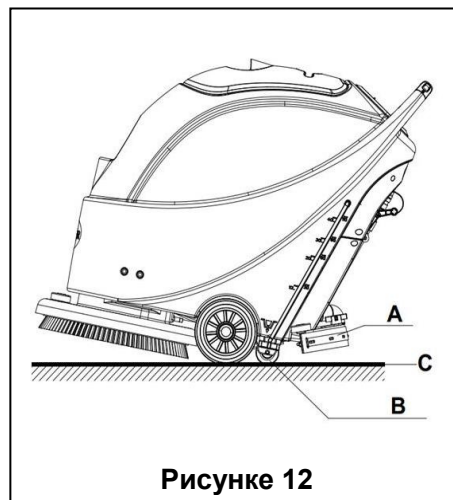

Рисунок 12
- Отпустите кнопку предохранителя (1) для отключения щетки/PAD-держателя и магнитного клапана..
- Нажмите кнопку отключения вакуумного насоса (42) в позицию “O”, после чего подождите 5 секунд до полной остановки вакуумного насоса и остановите устройство.
10. Нажмите кнопку регулирования расхода воды (44) в позицию “О” для выключения магнитного клапана.
11. Нажмите кнопку включения питания (41) в позицию “О”.
12. Используйте ручку швабры (14) для ее поднятия.
13. Возьмите руль (2) и слегка наклоните устройство назад, пока устройство направляющее колесо (В) не коснется пола. См. **рисунок 12**.